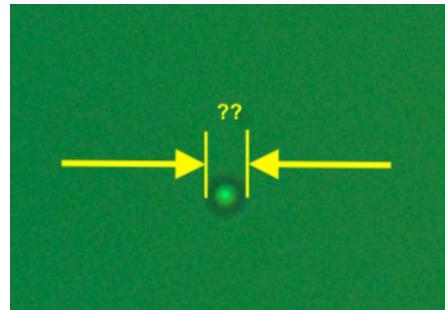

Figure 11 - Mesure d'une bille de silice
1. Une des premières mesures à effectuer, est de déterminer le diamètre de la particule. L'outil « **Measure** »  dans ThorCam permet cela. **Attention !** l'unité affichée est en pixels. À l'aide des billes de silice pour la préparation de l'échantillon, voir chapitre 4.3, il est possible de déterminer le facteur d'échelle permettant de convertir les pixels en une **unité réelle** qui pourra ensuite être introduite dans la formule (voir Figure 11). L'outil  permet d'annuler la dernière annotation réalisée.